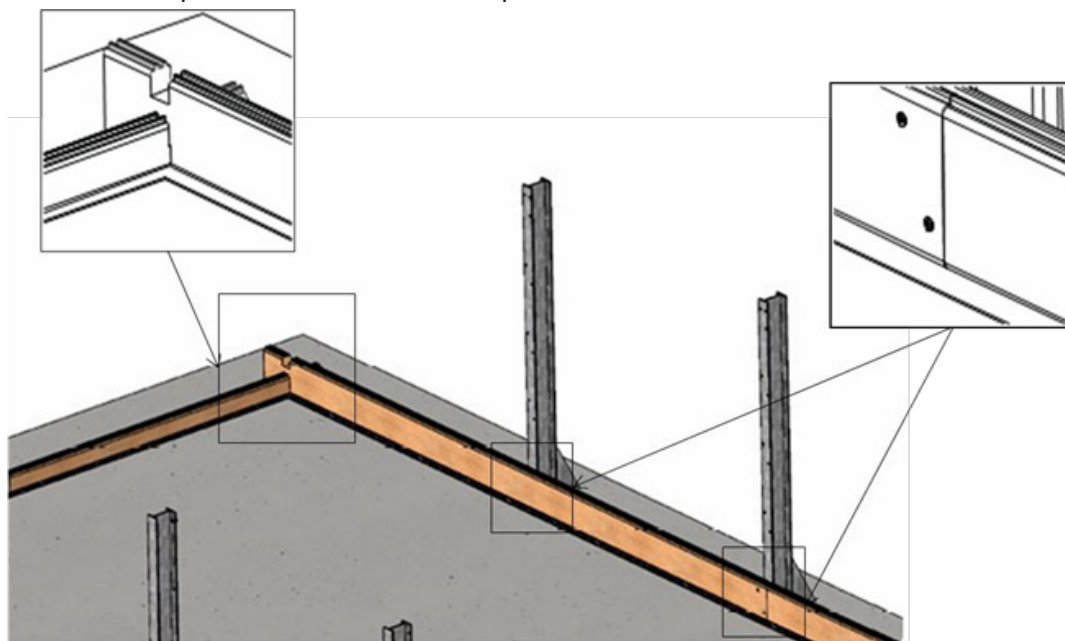

Abbildung 10 –
- untereinander, wie in *Abbildung 10*, beschrieben mithilfe von 2 Schrauben pro Bohlenpaar und auf beiden Seiten mit einer Höhe von je 10 Bohlen, also insgesamt 80 A4-Edelstahl-Senkkopfschrauben 5 × 40 mit Torx-Gewinde bis 25 mm (Beutel C).